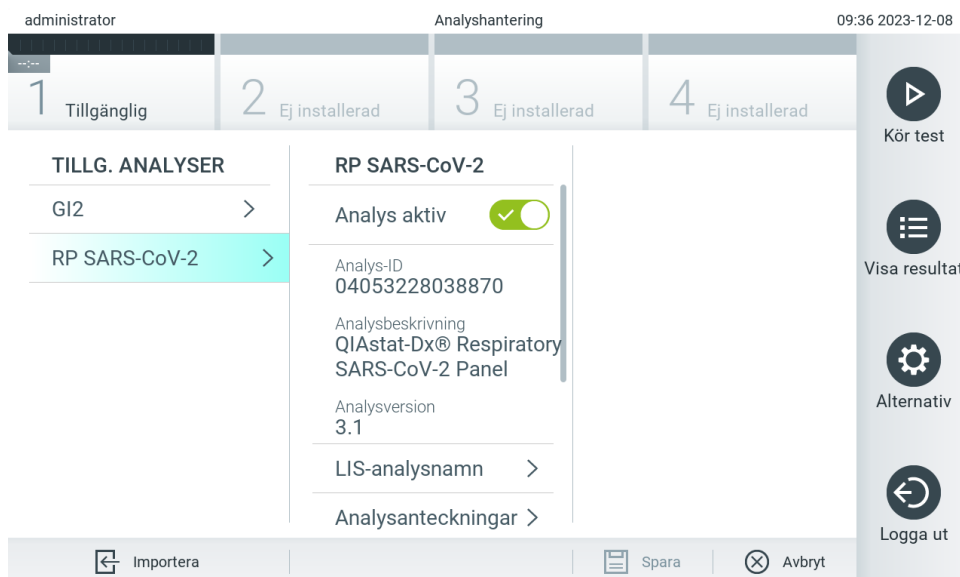

Bild 59. Aktivera analysen.
7. Analysen blir aktiv när du väljer Assay Active (Analys aktiv (bild 59)).